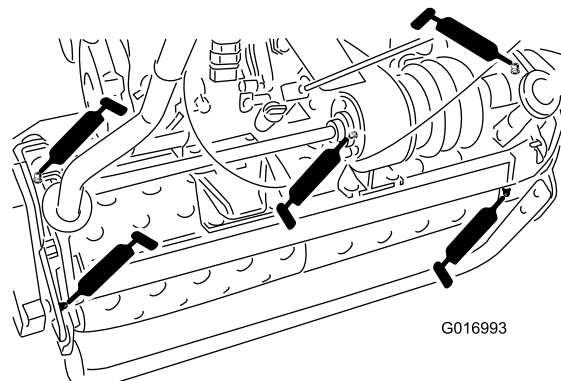

Figura 22
- 2 sugli assali del tamburo (Figura 22).
- 3 sul differenziale (Figura 22).